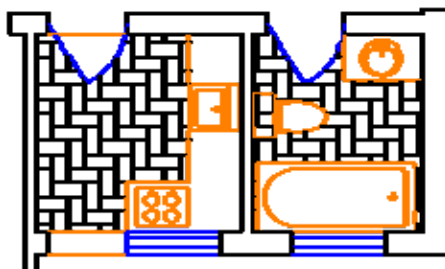

图 4-10 填充结果
6) “确定”执行填充，厨卫间填充结果如图 4-10 所示。